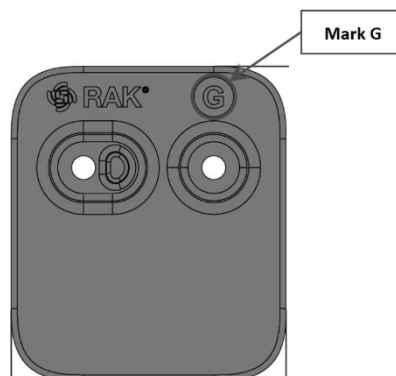

Abbildung 30: Mit dem Buchſtaben G gekennzeichnetes Befeſtigungszubehör
1. Verwenden Sie für die Magnetbefeſtigung ein (1) bis ſechs (6) Befeſtigungszubehöerteile mit einer Kennzeichnung mit dem Buchſtaben G, wie in Abbildung 30 dargestellt.